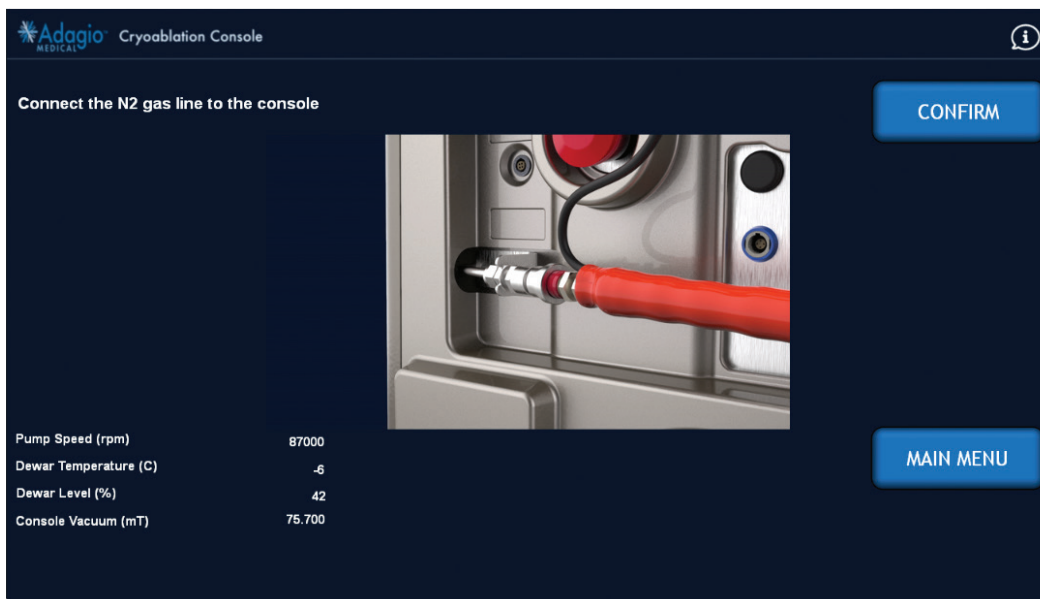
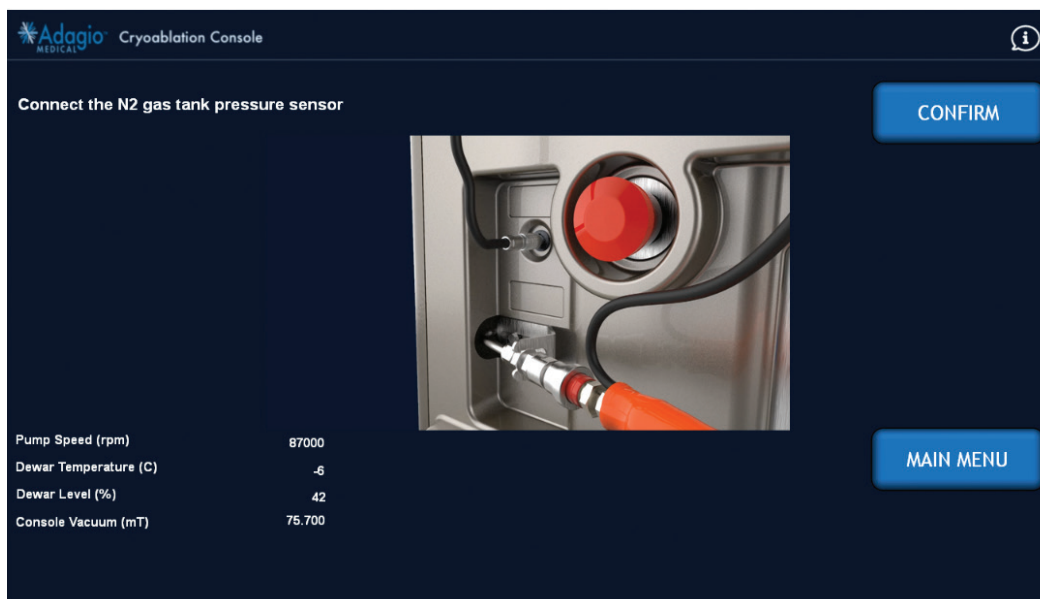

Figure 14 – Écran de branchement du tuyau d'azote gazeux à la console
Figure 15 – Écran de branchement du capteur de pression du réservoir d'azote gazeux
2. **Brancher le tuyau d'azote gazeux au dos de la console.** Comme illustré sur la *Figure 14* et sur l'animation à l'écran, brancher le tuyau d'azote gazeux sous pression à la console en l'enfichant dans la prise à connexion rapide au dos de la console. Brancher aussi le connecteur du capteur de pression du réservoir dans la prise (*Figure 14* et *Figure 15*). Sélectionner « CONFIRM » (CONFIRMER) une fois terminé.
3. **Brancher le capteur de pression du réservoir d'azote gazeux à la console** (*Figure 15*) et sélectionner « CONFIRM » (CONFIRMER) une fois terminé. Ne pas forcer la connexion. S'assurer que les broches sont alignées avant d'enfoncer les fiches.